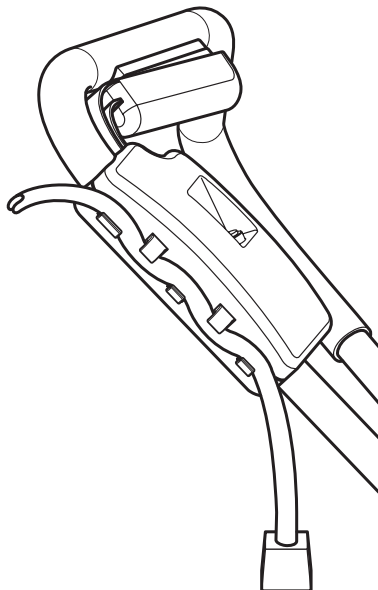

Figure 9 - Fixation du cordon prolongateur au cultivateur
Le boîtier du contacteur est muni d'un système d'accrochage pour le cordon prolongateur, formé d'une suite de crochets dont le sens de courbure est alterné (voir la figure 9). Ce système peut être utilisé pour maintenir l'extrémité avec prise femelle du cordon prolongateur contre la poignée du cultivateur afin de prévenir toute déconnexion accidentelle du cordon d'alimentation électrique. Une pince de ceinture est également comprise pour aider à manier le cordon en le maintenant au côté de l'utilisateur et toujours au loin des dents du cultivateur.
- Commencer à environ 15 cm de l'extrémité avec prise femelle du cordon prolongateur et passer le cordon dans les crochets du boîtier du contacteur comme illustré à la figure 9, de sorte que la prise femelle pende sous le boîtier du contacteur.